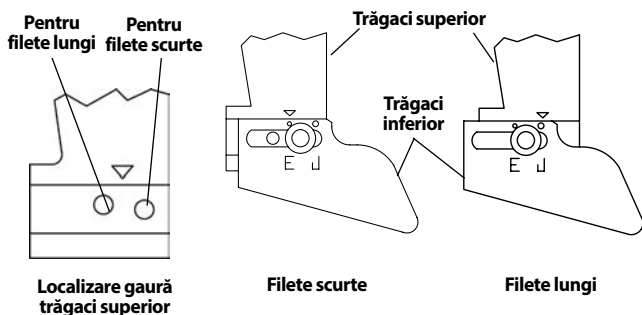

Figura 18 – Ajustarea lungimii filetului
2. Pentru filete scurte, rotiți trăgaciul de jos spre arborele mașinii. Pentru filete lungi îl rotiți departe de arbore (vezi Figura 18 – sunt reprezentate setările de fabrică). Filetele lungi sunt preferate tipic în Orientul Îndepărtat, iar filetele scurte în Europa. Le setați după dorință.